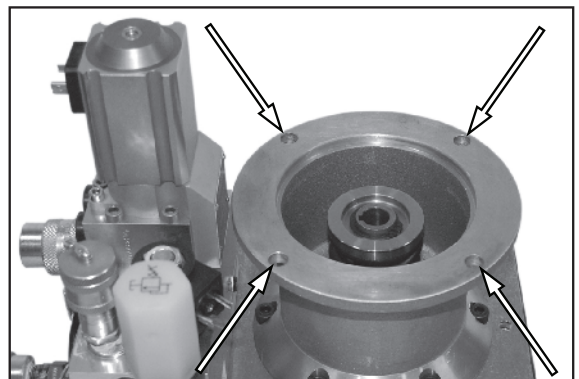

Figura 32.
3. Vedere la Figura 32. L'orientamento dei fori dell'attacco motore è molto importante. Posizionare l'attacco in modo tale che i fori siano orientati come indicato. Per l'installazione, invertire la procedura di rimozione. Serrare i bulloni dell'attacco motore con uno schema a stella e un coppia di 6,8 Nm.